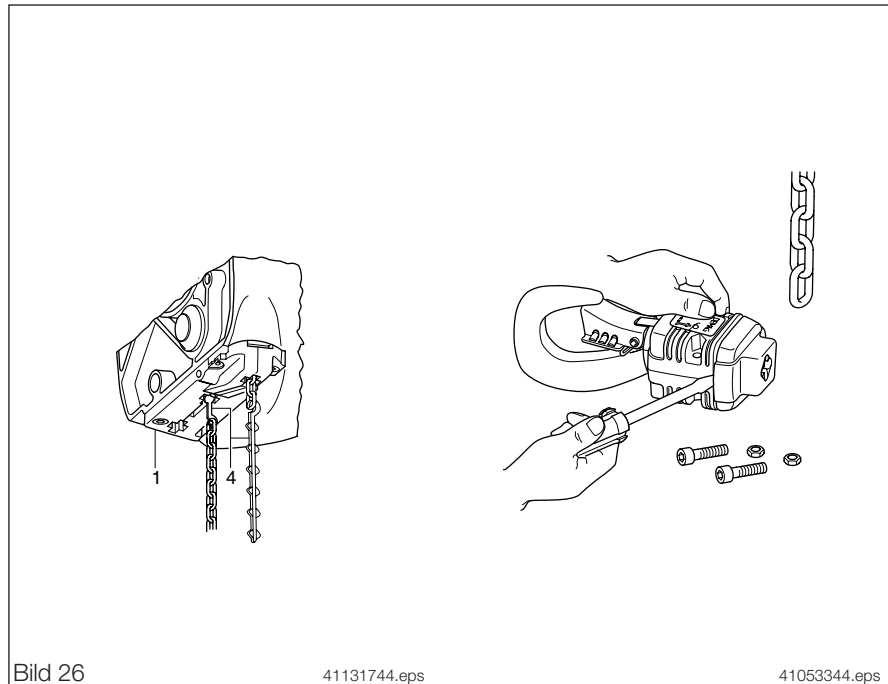

Bild 26
1. Einführstück (4) in das letzte Glied des freien Kettenendes einhängen.
2. Einführstück in der gekennzeichneten Stellung in den mittleren Kreuzschlitz der Kettenführung (1) so weit einführen, wie Bild 26 zeigt (evtl. durch Tippschaltung Kettenradstellung ändern). Nunmehr Kette motorisch einlaufen lassen.